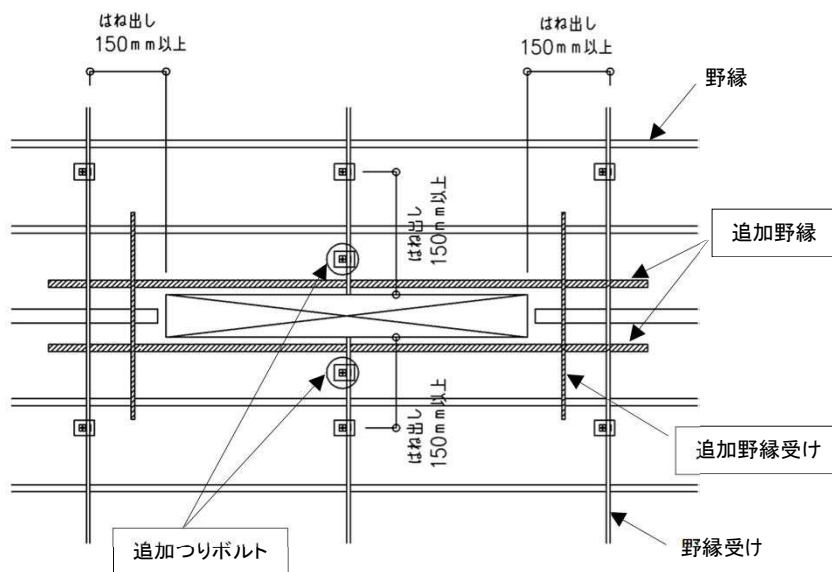

図 2-7 開口部の補強
- ・野縁受けのはね出しは150mm以内とし、それ以上の場合にはつりボルトを追加する。（図2-7参照）